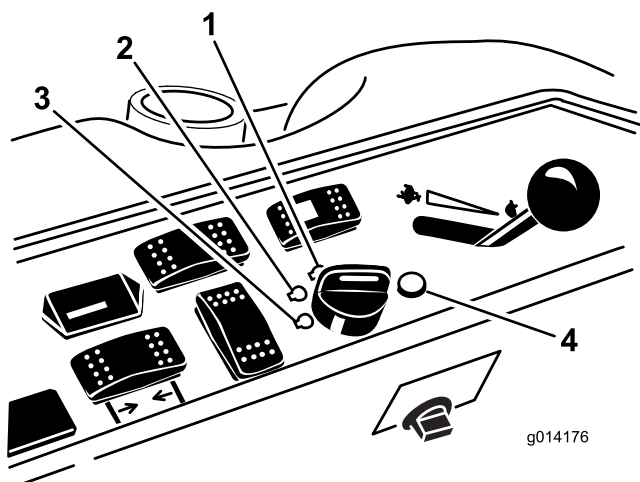

Рисунок 10
- Поверните ключ в замке зажигания по часовой стрелке в положение Run ("Работа") (Рисунок 10). На 6 с загорается индикатор запальной свечи.
- Поверните ключ в замке зажигания в положение "Выкл." (Рисунок 10). Прежде чем покинуть рабочее место, дождитесь остановки всех движущихся частей.